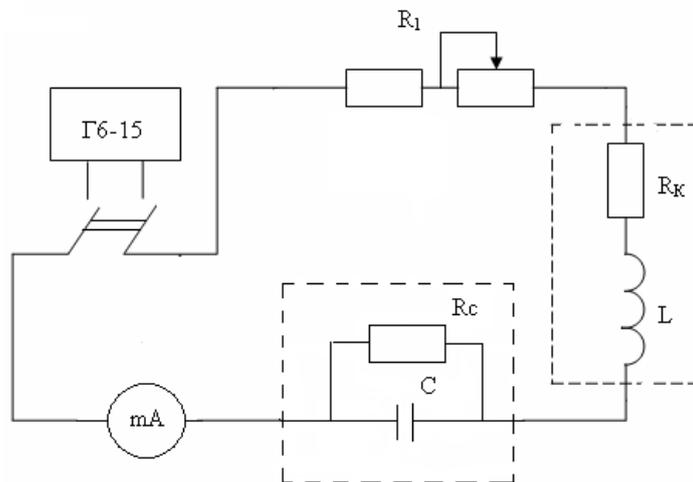

Рис. 4
1. Собрать цепь согласно рис.4.